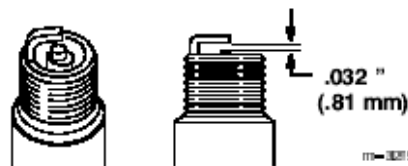

图25
- 5、设定火花塞电板（图25）间空气间隙为0.032英寸。（0.81mm）